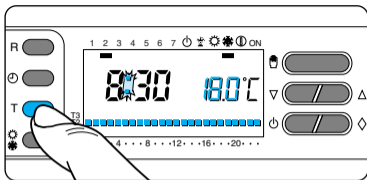

Fig. 37
**6.5** -Premere il pulsante T per confermare il valore della temperatura visualizzata sul display e per passare al livello di temperatura successivo (fig. 37).